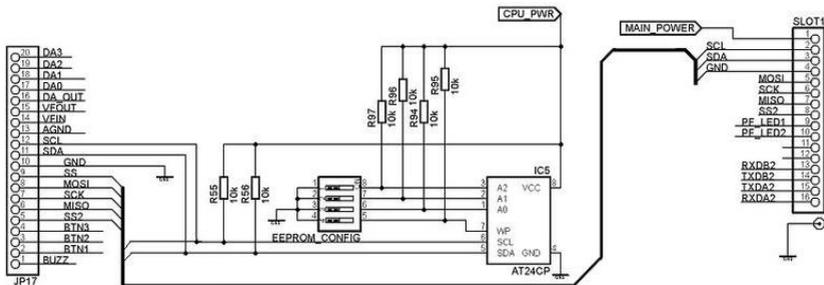

Рис. 3.14 – Электрическая схема подключения 24С64WP
Младшие биты адреса (A0-A2) и режим защиты от записи (WP) EEPROM задаются переключателем EEPROM CONFIG (рисунок 3.14).